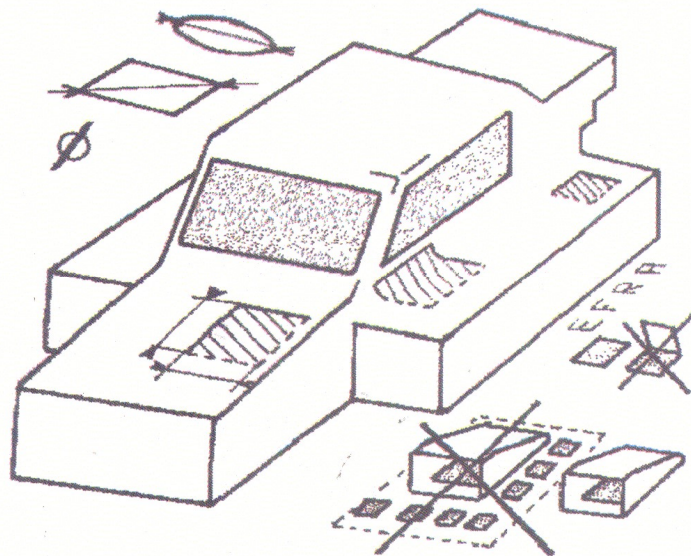

Figura 13: Tagli consentiti sulla carrozzeria 1/8 Buggy Brushless
- e) Finestrini e parabrezza devono rimanere integri lungo tutto il disegno originale dello stampo del modello. Non è consentito né forarli né aprirli, soprattutto non è consentito deformare la carrozzeria in prossimità delle aperture concesse. Si veda a corredo la Figura 13.